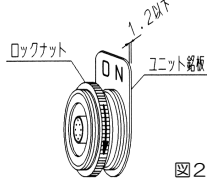

図2
- ロックナットを外してユニット銘板を取り付けた後、元どおりにロックナットでユニット銘板を締め付けます。(図2)